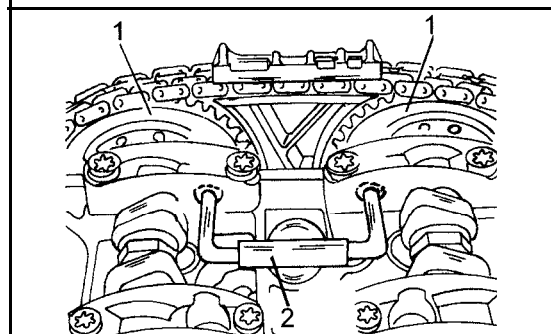

Bild 60
- Die beiden Nockenwellen durch Einschieben des Arretierwerkzeuges feststellen (siehe Bild 60).